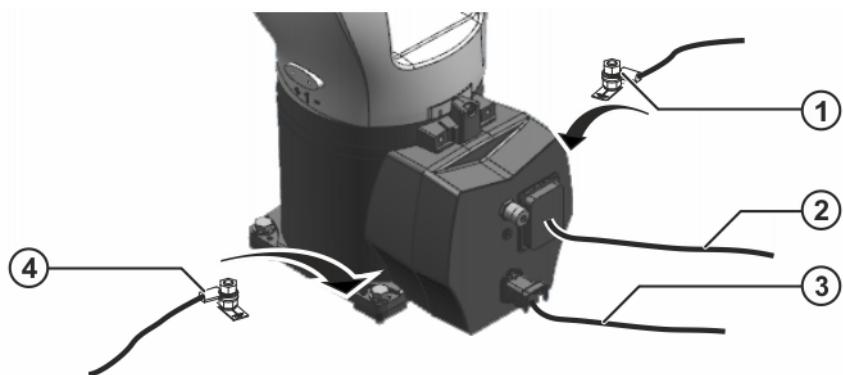

Abb. 8-4: Verbindungsleitungen anschließen
1. Motorleitung X30 und Datenleitung X31 anschließen (>>> Abb. 8-4).